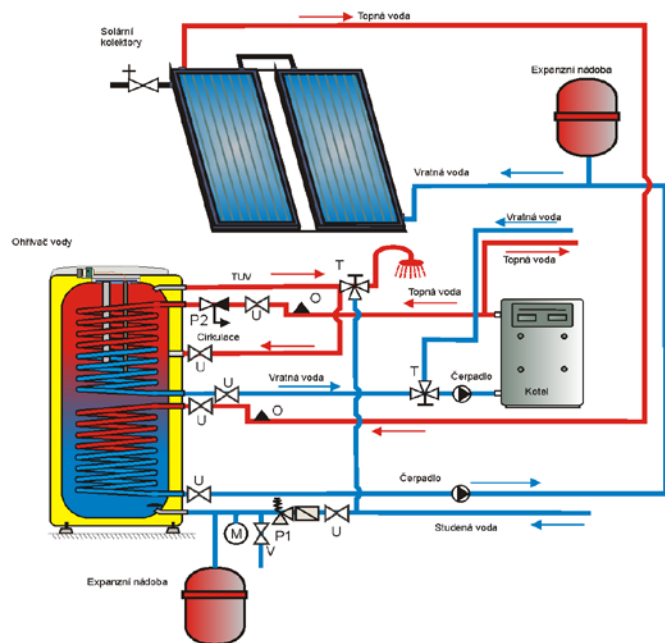
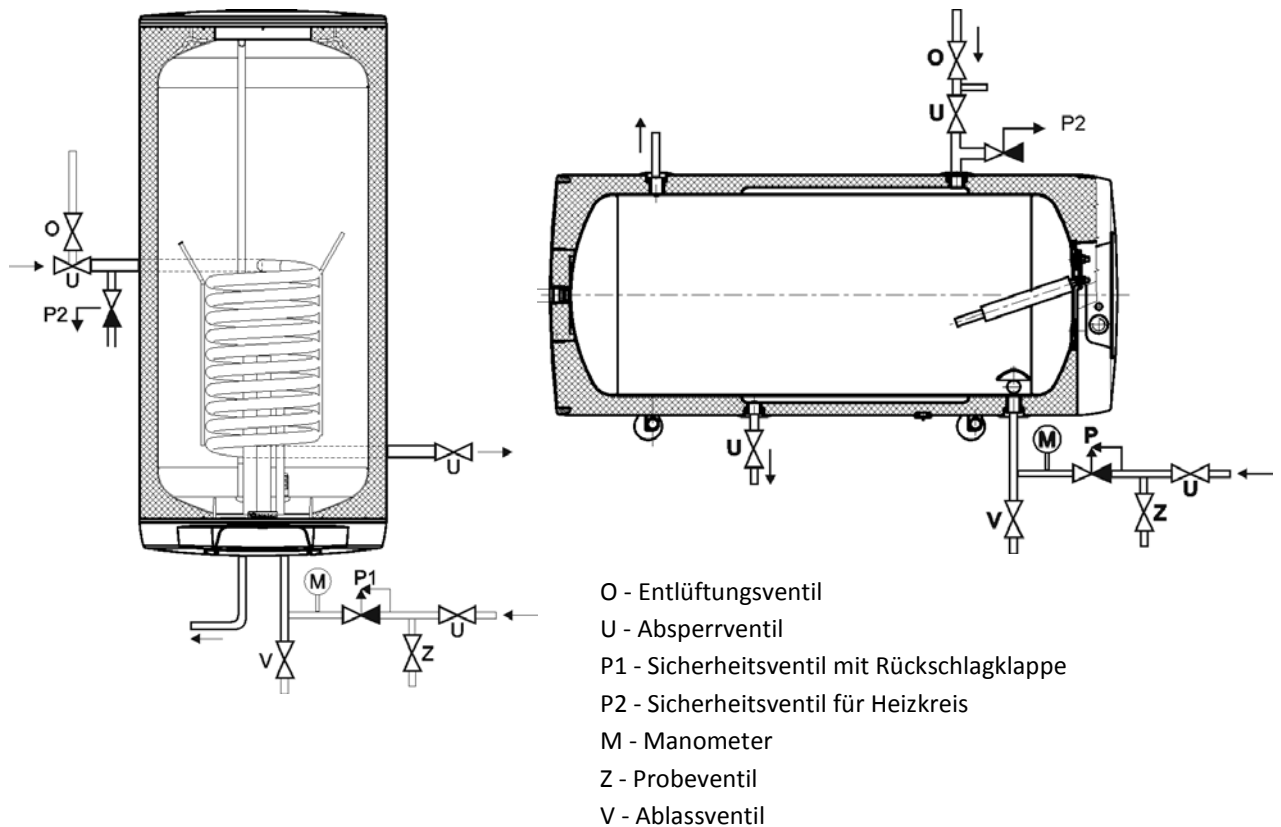

Bild 11
Bild 12
Der Anschluss der Warmwasserspeicher an die Wasserinstallationen ist auf Bild 10, Bild 11, Bild 12 dargestellt. Um den Warmwasserspeicher eventuellen abmontieren zu können, sind an den Brauchwasserzulauf und -auslass Verschraubungen Js 3/4" zu montiert. Ist die WBW-Verteilung mit einem Zirkulationskreislauf ausgestattet, so wird der "Rückwärtsgang" an dem als ZIRKULATION gekennzeichneten Einlass angeschlossen. Die Typen 100, 125, 160 NTR und 100, 125, 160 NTR / HV sind mit einem Ablassaustritt ausgestattet. Bei den Typen 200 und 250 NTR(R) sind am WBW-Eintritt eine T-Armatur mit einem Ablassventil anzubringen. Der Warmwasserspeicher muss zum Betrieb mit einem Sicherheitsventil ausgestattet sein. Das Sicherheitsventil wird an den mit dem blauen Ring gekennzeichneten Kaltwasserzulauf montiert.